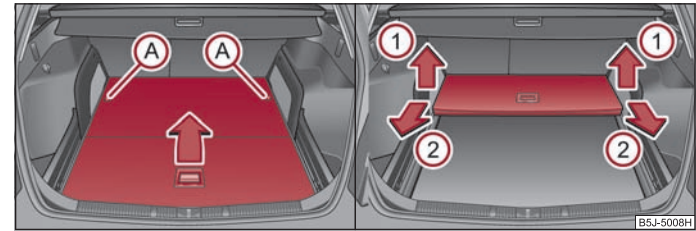

Abb. 61 Gepäckraum: Variabler Ladeboden zusammenklappen / herausnehmen
- Durch Drehen der Sicherungsbolzen (A) um ca. 180° nach links entriegeln Sie den variablen Ladeboden ⇒ Abb. 61.
- Heben Sie den variablen Ladeboden in Pfeilrichtung ① an ⇒ Abb. 61 und nehmen Sie den Ladeboden durch Ziehen in Pfeilrichtung ② heraus ⇒ Abb. 61.